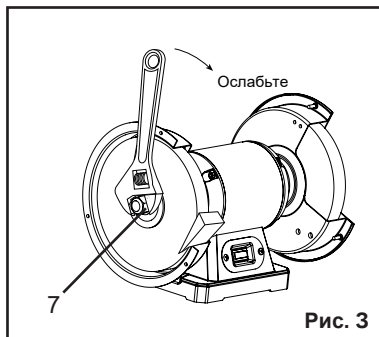

Рис. 3
5. Ослабьте шестигранную гайку (7) разводным ключом, как показано на рисунке Рис. 3.